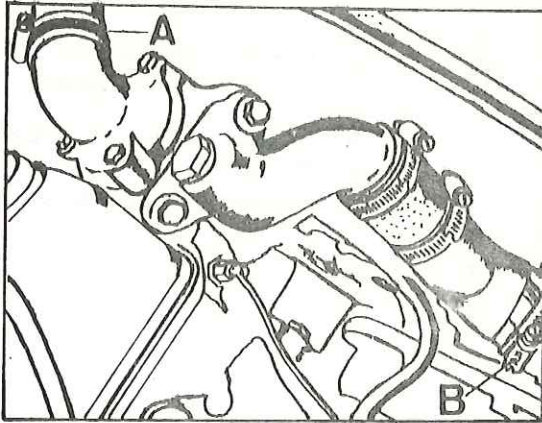

Fig. Q1-14 Manguitos del radiador
- 2.5. Soltar las abrazaderas, A y B (Fig. Q1-14) de los manguitos superior e inferior del radiador y separar éstos.